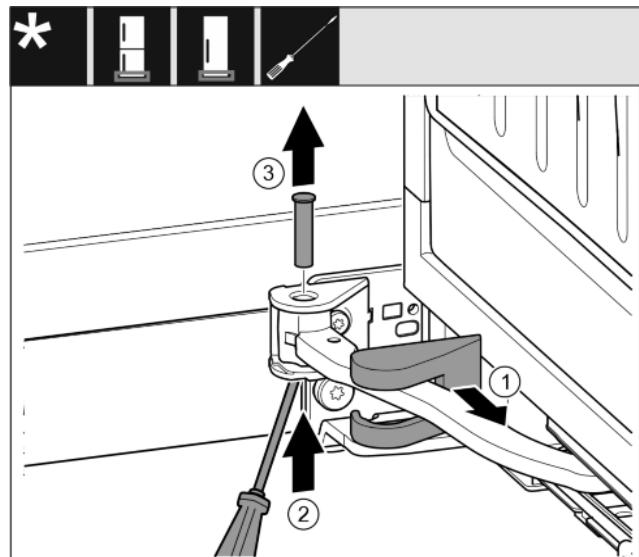

Fig. 12
- Stiahnite kryt ložiskovej konzoly a presuňte ho pozdĺž kíbu. Fig. 12 (1)
- Čap zdola nadvihnite prstom alebo skrutkovačom. Fig. 12 (2)
- Skrutkovač zasuňte pod hlavu čapu a vytiahnite ho. Fig. 12 (3)